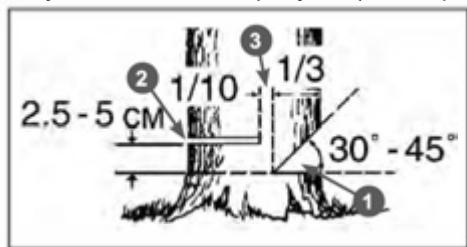

Рис. 11 Расположение запила, пропила и недопила
8. Начните пилить с той стороны де-рева, куда оно должно упасть (Рис. 11). Сделайте запил 1 с той стороны, куда должно упасть дерево, глубиной примерно $1/3$ диаметра ствола и под углом от 30 до 45 градусов (Рис. 11).
Ни в коем случае не допили-вать до конца недопил 3 (Рис. 11), так как при этом невоз-можно контролировать направление падения дерева.
9. Сделайте основной валочный пропил 2 с противоположной стороны, выше основания запила на $2,5-5$ см. Между основным пропилом и запилом должно оставаться недопил 3 примерно $1/10$ диаметра ствола. Вставьте сво-евременно клин в пропил. Недопил 3 действует как шарнир и позволя-ет контролировать падение дерева (Рис. 11).